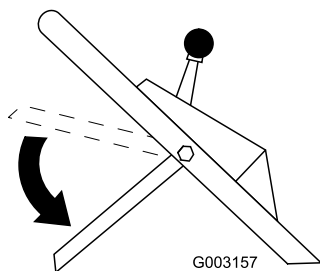

Figure 17
8. Sélectionnez la position la plus basse de la barre de commande (Figure 17).